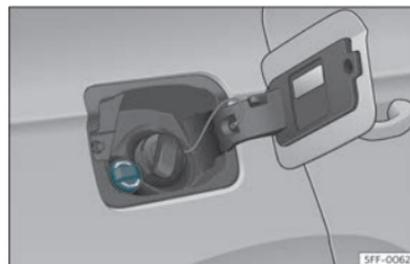

Fig. 199 Bouchon de la goulotte de remplissage du réservoir d'AdBlue.
- Ouvrez la trappe à carburant »» fig. 199.
- Dévissez la bouteille dans le sens inverse des aiguilles d'une montre et retirez-la avec précaution vers le haut »» ❶.
- Dévissez le bouchon de l'orifice de remplissage de SCR »» fig. 199.